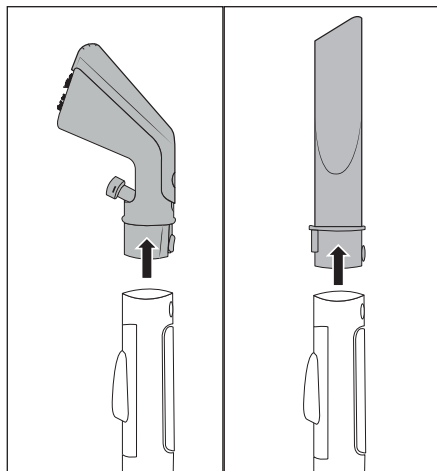

Fig. 8
- ◆ Appuyez sur la touche de verrouillage 25/32 et retirez l'embout meubles 22 ou l'embout plat 29 hors du flexible de pulvérisation/aspiration 19 (voir fig. 8).